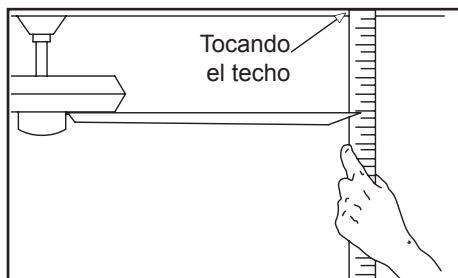

Figura 14
2. La mayoría de los problemas de oscilación del ventilador se deben a que las aspas no están al mismo nivel. Verifica este nivel seleccionando un punto en el techo sobre la punta de una de las aspas. Mide desde un punto en el centro de cada aspa al punto en techo. Mide esta distancia como muestra la Figura 14. Gira el ventilador hasta que la siguiente aspa quede en posición para medir. Repite el procedimiento para cada aspa. Las desviaciones de la medición no deben pasar de 1/8" (3.2 mm). Enciende el ventilador por 10 minutos.